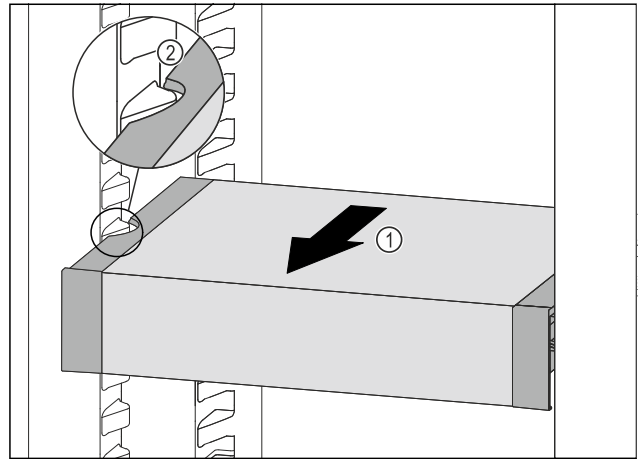

Fig. 126
- VarioSafe nach vorne ziehen Fig. 126 (1), bis sich die seitlichen Aussparungen des VarioSafes auf Höhe der Behälterrippe im Kühlteil befinden. Fig. 126 (2)